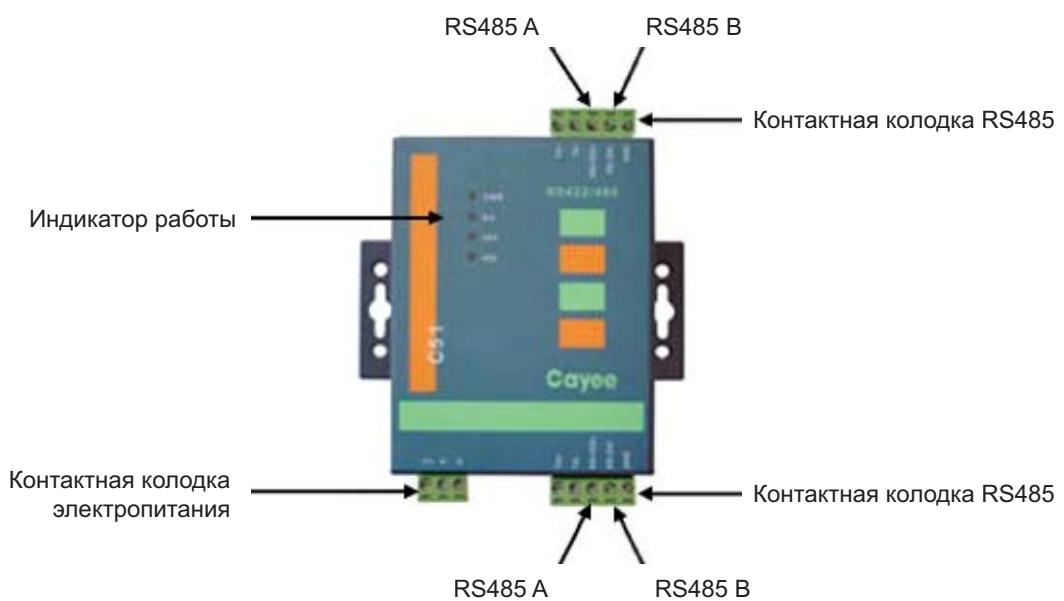

Рис. 7.31
7.5.11.9 Если длина межблочного сигнального кабеля более 800 м или количество блоков коммутации ME30-00/E2 в линии более 30 шт., то необходимо устанавливать усиливатель сигнала — ретранслятор C51 (рис. 7.31, 7.32).